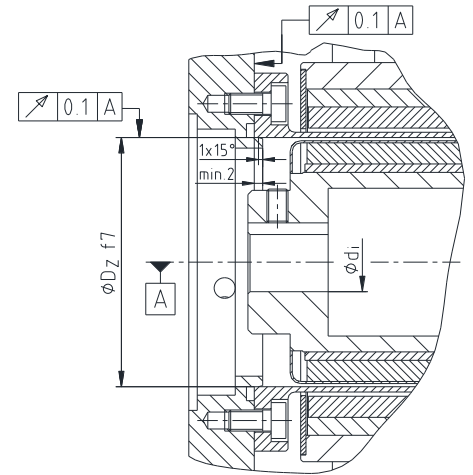

図 8:
- ポンプ軸とコンテインメントシュラウド取付け用アダプタープレートを製作される場合は、図 8 に記載されている同軸度と直角度を必ず遵守して下さい。